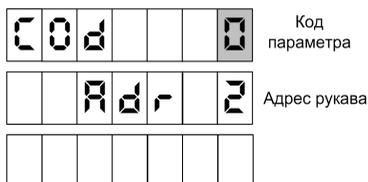

Рисунок 19
После нажатия кнопки  произойдет переход к параметрам БУ. Отобразится экран ввода кода параметра и номера рукава (рисунок 19). Код параметра, подлежащего настройке, вводится цифровыми кнопками.
- ввести пароль юстировки (см. рисунок 19);